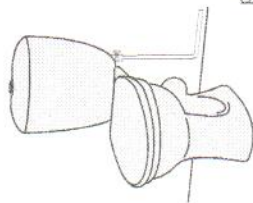

рис. 4
5. Присоединение унитаза к водопроводной сети. (рис. 4)